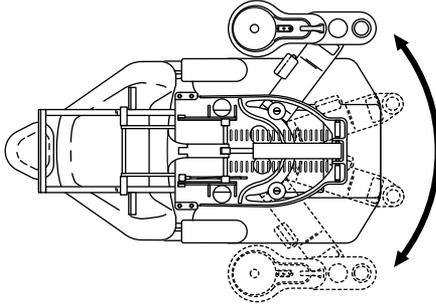

Figura 13. Rotazione del riunito e dell'adattatore
5. Ruotare il riunito e l'adattatore portandolo sul lato opposto e posizionarlo contro il fermo (vedere la Figura 13).